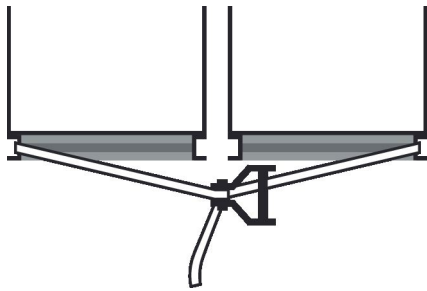

Abb. 16: Spanngurt anlegen
4. ▶ Einen Spanngurt an den Gerätegrundrahmen von zwei Bauteilen anlegen (Abb. 16).